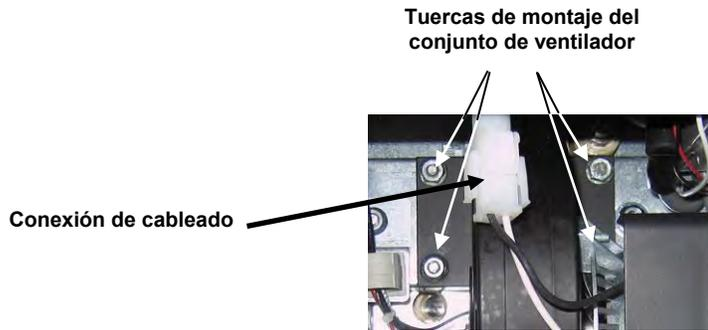

Figura 8
1. Desconecte el haz de cables del ventilador (consulte la Figura 8), retire las tuercas de montaje del conjunto de ventilador y retírelo de la freidora. Si va a limpiar el motor, continúe con el paso 2; de lo contrario, instale el ventilador de repuesto, vuelva a conectar el haz de cables y luego prosiga con el paso 6.